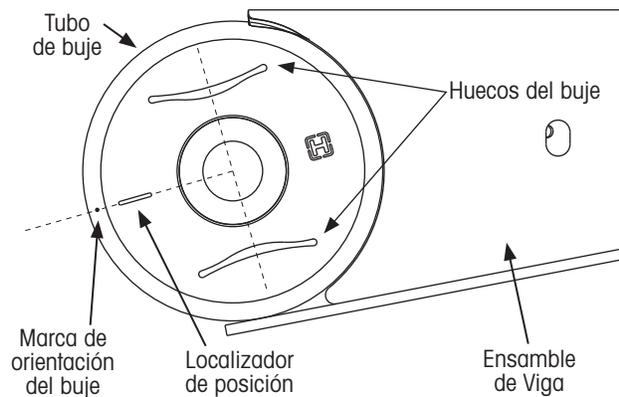

Figura 13: Orientación del buje dentro del tubo del buje
1. Con el ensamble de la viga abajo, **localice** la marca de orientación en el tubo del buje (Figura 13).